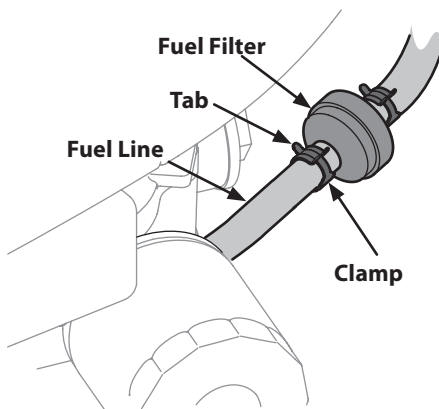

Figura 6-11
- Use pinzas para agarrar las pestañas de las abrazaderas, a continuación, aleje las abrazaderas del filtro de combustible. Ver la Figura 6-11.